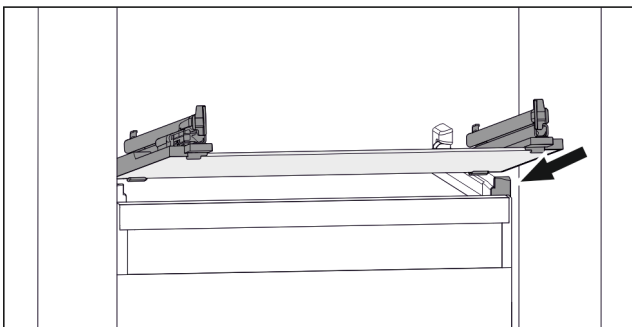

Fig. 119 Примерное отображение стеклоплатины
- Наклоняя вниз, установите стеклоплатину за стопоры. (см. Fig. 119)